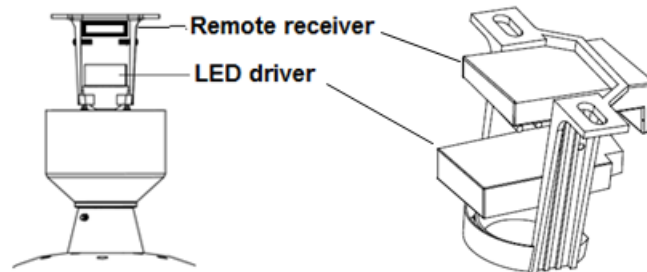

Fig. 4
1. Soulevez soigneusement le ventilateur et placez le bas de la tige de l'ensemble à bille dans l'espace alloué dans le support de montage et verrouiller la bille en place. Insérer la commande de DEL dans la couche inférieure du support de montage, puis insérez le récepteur à distance dans la couche supérieure du support de montage. **Fig. 4**